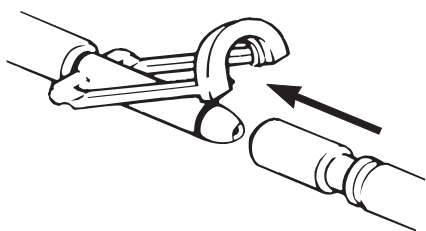
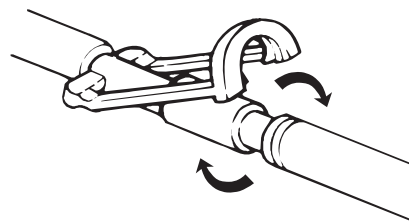

Figure 1-3 : Connexion des raccords
Figure 1-4 : Rotation des raccords
1. Introduire les raccords mâles dans les raccords femelles en tournant (Figure 1-3 à la page 10 and Figure 1-4 à la page 10).